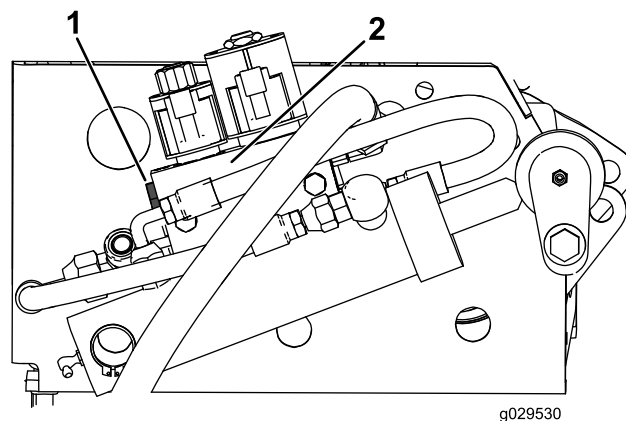

Figura 18
5. Na estrutura do lado direito, localize a válvula de elevação da plataforma (Figura 18).
6. Retire o tampão do lado esquerdo da válvula (Figura 18).